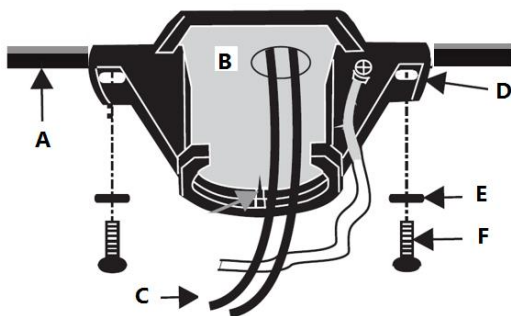

Fig. 6
Pase los cables de alimentación eléctrica (C) de la caja de salida del techo (B) a través del centro del soporte de armado en el techo (D). Instale el soporte de armado en el techo (D) en la caja de salida (B) con los tornillos de armado (F) suministrados con la caja de salida y las arandelas (E) incluidas con el ventilador. **Fig. 6**